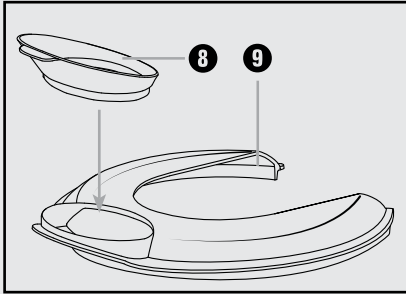

Abb. 2: Montage der Einfüllhilfe
- Falls gewünscht, können Sie die Einfüllhilfe **8** am Deckel **9** montieren (Abb. 2):